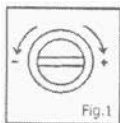

Fig. 1
- Se durante la stiratura si desidera variare immediatamente la quantità di vapore emesso, ruotare la manopola regolazione vapore (7). Girando in senso orario la quantità aumenta, girando in senso antiorario la quantità diminuisce (Fig. 1).
- Svitare il tappo (8) e versare nella caldaia circa 0,600 litri. d'acqua.
- Dopo aver chiuso il tappo (8) introdurre la spina nella presa di corrente.
- Premere il pulsante (5). L'accensione della spia luminosa segnala che la caldaia ed il ferro da stiro sono accesi.
- Selezionare la temperatura desiderata ruotando la manopola del termostato (10). Il settore tra "cotone - lino" delimita il campo di utilizzo del vapore.
- L'accensione della spia vapore (4) indica che l'apparecchio è pronto per l'uso. Il successivo spegnimento della luce è del tutto normale. La spia si accenderà senza comunque compromettere la stiratura.
- Per l'emissione di vapore premere il pulsante vapore (6).
- Al fine di ottenere sempre un'ottima stiratura si consiglia di premere il pulsante comando vapore (6) ad intervalli per dare modo al ferro di vaporizzare in maniera ottimale, ma anche di poter asciugare il tessuto stirato.
- Se durante la fase di stiratura si desidera variare immediatamente la quantità di vapore emesso, agire sulla manopola regolazione vapore (7). La quantità di vapore sarà maggiore ruotando la manopola in senso orario. (Fig. 1)
- Lo spegnimento della spia (2) indica che l'acqua all'interno della caldaia è terminata.
- Sfiatare il residuo vapore all'interno della caldaia premendo il tasto (6).
- Spegnerne il tasto (5).
- A questo punto si può aprire il tappo (8) molto lentamente per far uscire l'eventuale residuo vapore rimasto in caldaia.